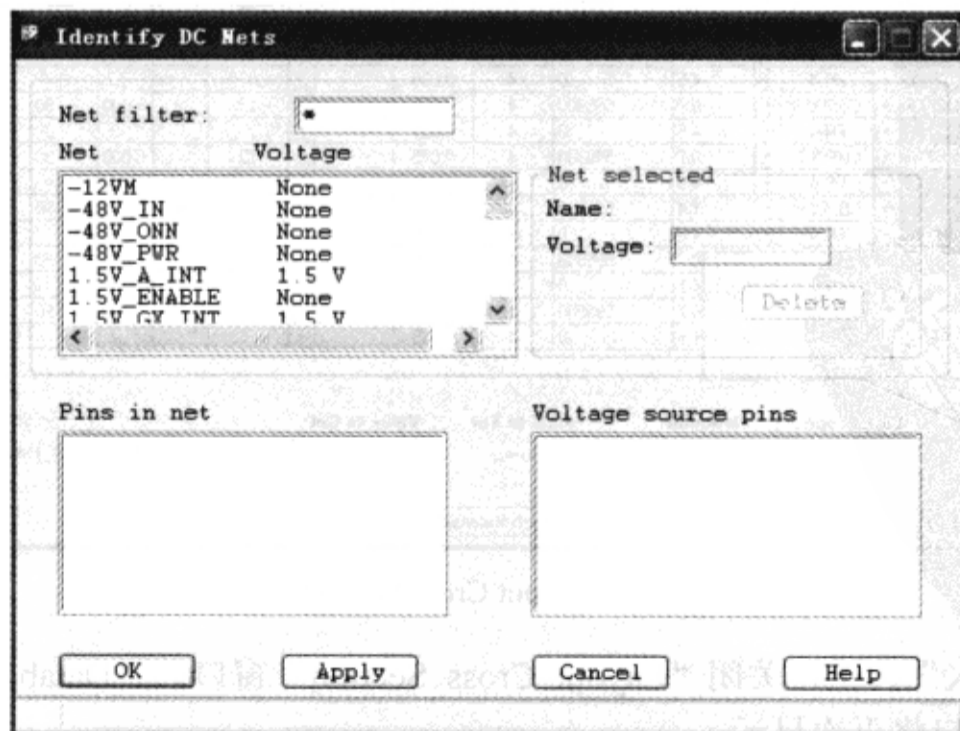

图 2-6-6 “Identify DC Nets”对话框
(2) 单击“Identify DC Nets”按钮→弹出“Identify DC Nets”对话框，如图 2-6-6 所示。